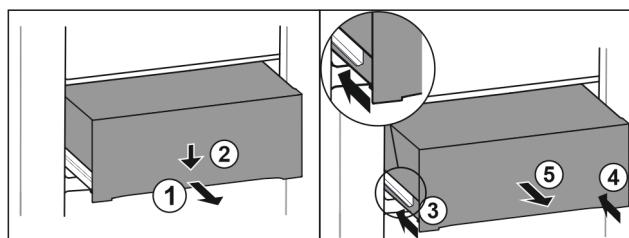

Fig. 112
- Schubfach halb herausziehen. Fig. 112 (1)
► Schubfach an der Vorderseite nach unten drücken. Fig. 112 (2)
► Linke Schiene etwa 2 cm einschieben. Fig. 112 (3)
► Rechte Schiene etwa 2 cm einschieben. Fig. 112 (4)
► Schubfach nach vorne entnehmen. Fig. 112 (5)